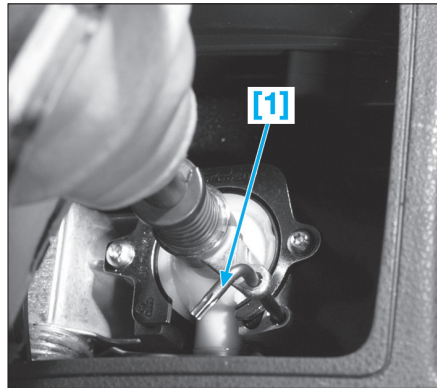

Fig. 6
[1.] Goupille de verrouillage de point mort (Ref T10 027) (Fig.6)
- Mettre le levier de vitesses au point mort et le bloquer dans cette position à l'aide de la l'outil [1] (ou une clé 6 pans du même diamètre) (Fig.6).
- Déposer la pige [1] du levier de vitesses (Fig.6).